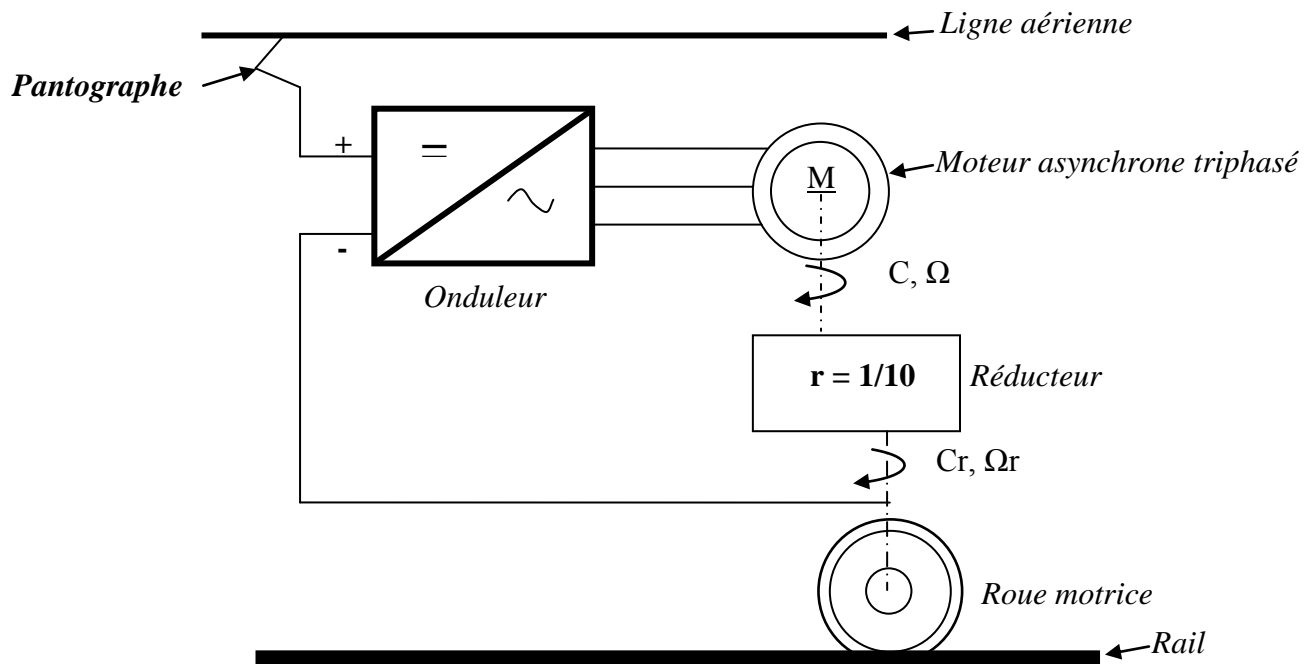

Figure 26 : Principe de traction
■ Tâche3 : ÉTUDE D'UN MOTEUR DE TRACTION (figure 26)